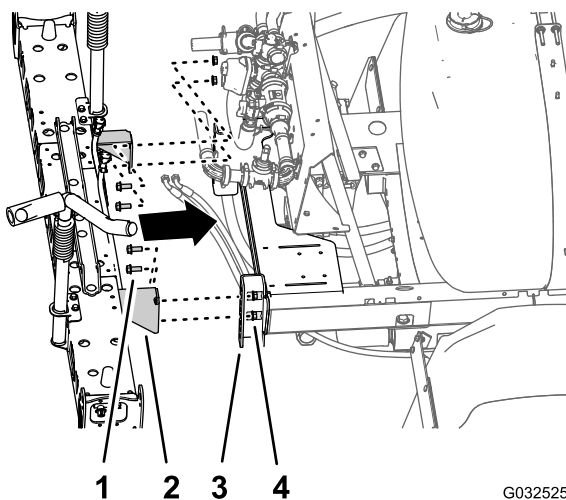

Bild 85
1. Verwenden Sie eine Hebevorrichtung mit der angegebenen Kapazität, heben Sie den mittleren Auslegerabschnitt an und fluchten die Löcher in der Stützhalterung für den Auslegerabschnitt mit dem dritten und sechsten Loch im Befestigungskanal für den Sprühfahrzeugrahmen aus (Bild 85).
und den vier Sicherungsbundmutter (1/2"), die Sie in Schritt 4 in Entfernen des mittleren Auslegerabschnitts \(Seite 32\) entfernt haben, an den Befestigungskanälen (Bild 85).